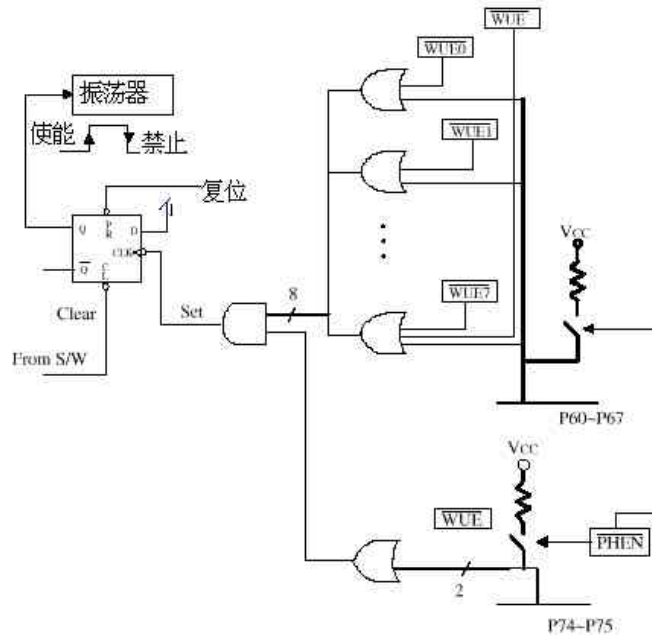

图5 I/O口休眠模式与唤醒电路框图
- \* BIT4 (SLPC) 该位由唤醒信号下沿引起硬件触发置 1, 由软件清 0。SLPC 用于控制振荡器的工作, 在 SLPC 由高变低时振荡器被禁止 (振荡器停振, 单片机进入休眠模式 2), 在 SLPC 由低变高时振荡器使能 (单片机由休眠模式唤醒)。为了确保振荡器输出信号稳定, 一旦振荡器再次起振, 在执行下一条指令前会有 18MS 左右的延时, 唤醒后, 如果 CODE OPTION 中 WDC 为 “1”, 则 WDT 将被使能。休眠模式 2 的输入唤醒方框图如图 5。
(A) 任一唤醒引脚为低电平, 如图 5。唤醒后继续从原处运行, 往下执行指令。在此情况下, 必须在进入休眠模式 2 之前设置要唤醒的引脚为输入状态, 要使能上拉电阻, 使能唤醒功能。特别要注意的是唤醒后, 若 C O D E O P T I O N 的 W T C 为 1, 则 W D T 使能。因此, 唤醒后 W D T 工作状态可能要重新设定。